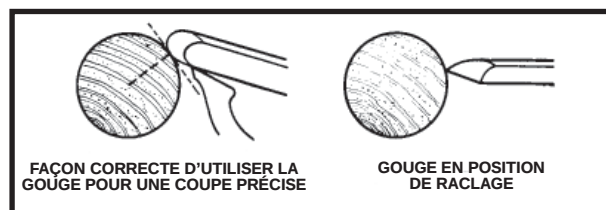

Fig. 35
La position de la gouge implique deux ou trois angles importants. (1) Vous pouvez avancer l'outil le long de la pièce de gauche à droite ou de droite à gauche. Il est recommandé d'avancer l'outil de gauche à droite (de la poupée fixe à la poupée mobile) pour que les copeaux ne soient pas projetés dans votre direction. (2) Faire rouler la gouge légèrement dans la même direction alors que vous faites progresser la coupe. (3) Bien tenir l'outil au-dessus de la pièce, le biseau ou la pointe de meulage tangent(e) à la surface tournante (fig. 35). Cette position permet une coupe nette. Lorsqu'elle est avancée tout droit dans la pièce (fig. 35), la gouge a pour effet de racler (ce qui constitue une pratique médiocre pour le tournage entre pointes). Continuer le dégrossissage jusqu'à ce que la pièce ne soit plus qu'à 3,2 mm (1/8) du diamètre désiré. Lorsque vous avez obtenu une forme cylindrique, vous pouvez changer de vitesse de tournage pour passer à la deuxième ou troisième vitesse.